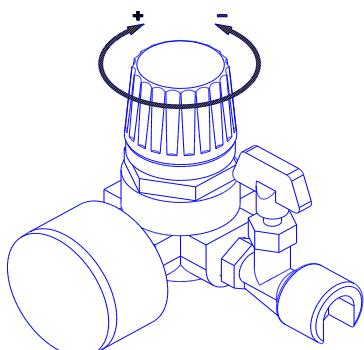

Рисунок 10
7.3.1 Настройка давления в подсоединеных пневматических инструментах регулятором давления осуществляется следующим образом (см. рисунок 10):